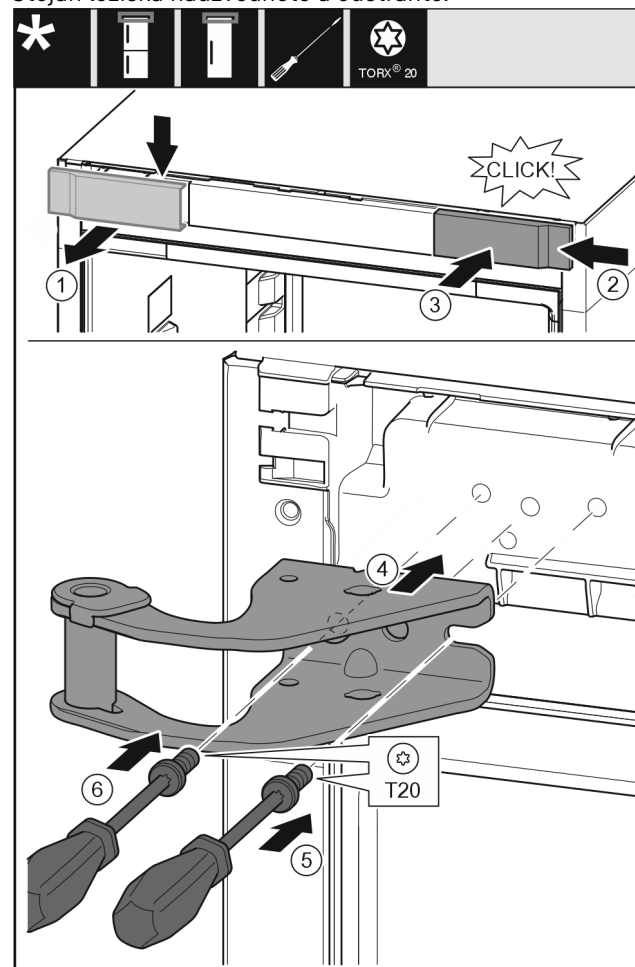

Fig. 12
- Odeberte kryt shora dopředu. Fig. 12 (1)
- Kryt otočený o 180° zavěste na druhé straně zprava. *Fig. 12 (2)*
- Zaklapněte kryt. *Fig. 12 (3)*
- Nasadte horní stojan ložiska. *Fig. 12 (4)*
- Šroubovákem T20 nasadte šroub a utáhněte. *Fig. 12 (5)*
- Šroubovákem T20 vložte šroub a utáhněte. *Fig. 12 (6)*